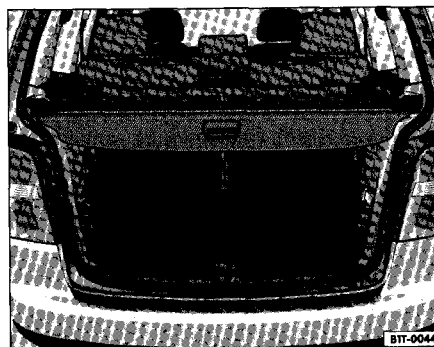

Fig. 99 Couvercle de coffre : support de couvercle de coffre derrière la troisième rangée de sièges
Si vous transportez des passagers sur la troisième rangée de sièges, vous devez déposer le couvercle de coffre. Celui-ci peut être placé dans les supports prévus à cet effet derrière la troisième rangée de sièges fig. 99.
- Si vous transportez des passagers sur la troisième rangée de sièges⁶³⁾, vous devez transférer le couvercle de coffre du support avant au support arrière page 108, fig. 99. Sinon, en cas de freinage ou de manœuvre de conduite brusques, les occupants de la troisième rangée de sièges risquent d'être projetés sur le couvercle de coffre — risque de blessures !